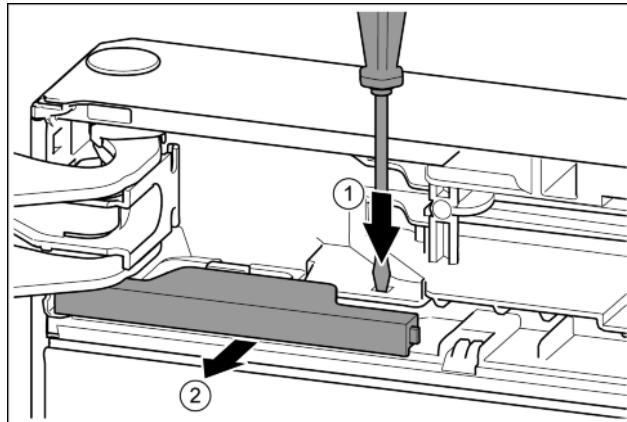

Fig. 14
- Plochým šroubovákem lamelu přitlačte. Fig. 14 (1)
- Kryt vytáhněte ze zarážky. Fig. 14 (2)